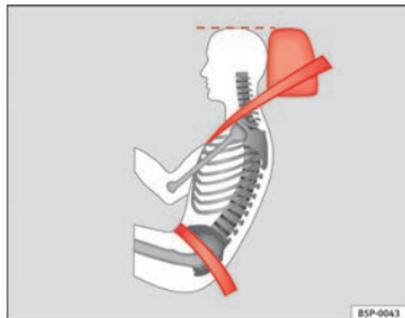

Fig. 13 Cintura di sicurezza e poggiatesta (visti di lato) posizionati correttamente
- Il tratto addominale del nastro deve passare sul bacino e non sull'addome. La cintura di sicurezza deve aderire bene al bacino → fig. 13. Se necessario si deve tendere un po' la cintura tirandola con la mano.